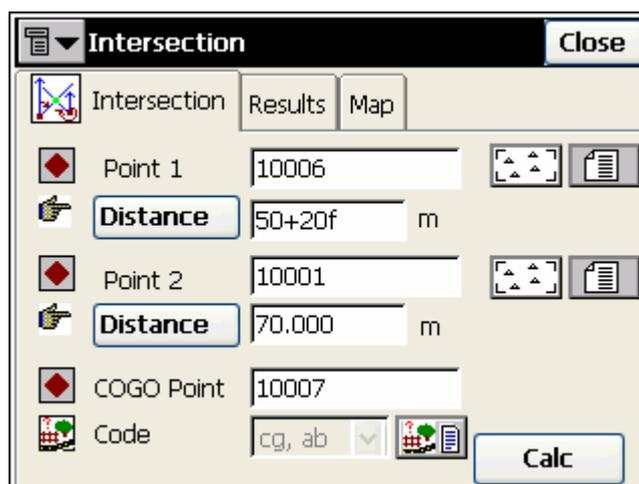

Рисунок 8-3. Засечка
1. Выберите точки, используемые при вычислении (рис. 8-3).